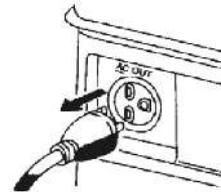

Рис. 11
1. Перед остановкой, выключите электрические приборы. (Рис. 11)